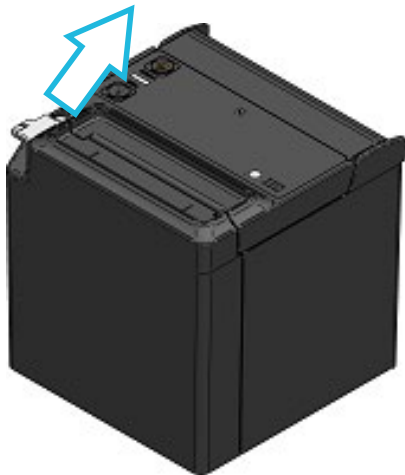

Figura 8-1 Palanca de liberación
- (1) Tire de la palanca de liberación en la dirección de la flecha mostrada en Figura 8-1 y Figura 8-2 para abrir la cubierta del papel.